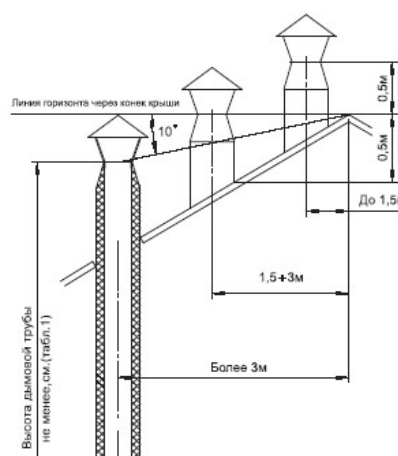

Рис. 6 Варианты установки дымовой трубы
6.2.2.5. Высоту дымовой трубы над крышей (в зависимости от расстояния ее до конька крыши) выполнить, как показано на рис. 6.